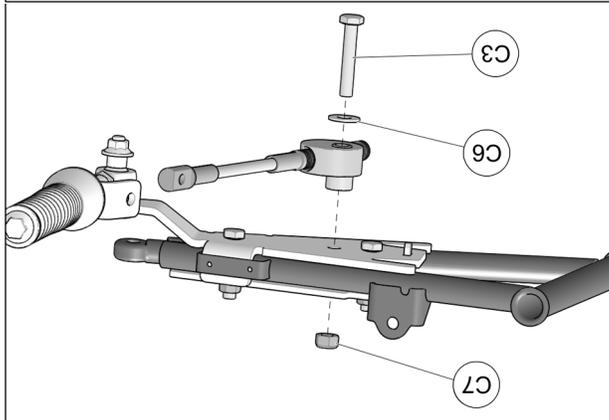

Fig. 23
12. Positionner le disque du câble assemblé du limiteur de conduite sous l'ancrage, l'érou (C3) et la rondelle (C6) par le dessous, l'érou (C7) par le dessus pour fixer le limiteur de conduite en place. Serrer l'érou à un couple de 50 N•m [37 lb•pi]. Voir la Fig. 23